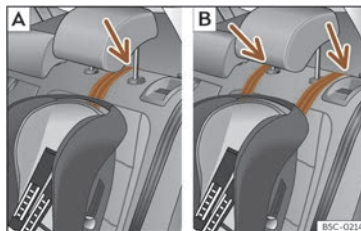
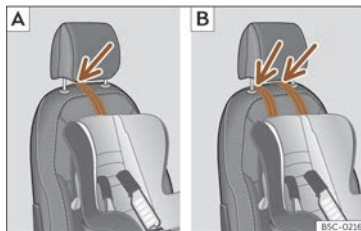

Fig. 55 Seients del darrere: ajust i muntatge en funció del cinturó Top Tether.
Fig. 56 Seient de l'acompanyant: ajust i muntatge en funció del cinturó Top Tether.
- Col·loqueu la corretja per sota del reposacaps (en funció de les instruccions de la cadira, aixequi o retireu el reposacaps si és necessari) >>> **fig. 55**, >>> **fig. 56**.